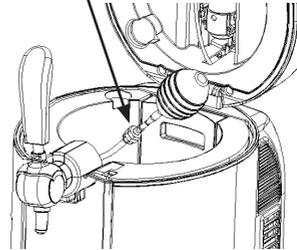

Figure 23
2. Connectez le bout du boulon de perçage. Envoyez l'eau avec le kit de nettoyage pour nettoyer les conduites et faites sortir l'eau du tuyau de bière à l'autre extrémité. Répétez cette étape jusqu'à ce que le tuyau de bière soit complètement propre. (Il vous faudra au moins 3 poires de nettoyage remplies d'eau tiède). Nettoyez le mécanisme de dosage comme indiqué à la figure 23.